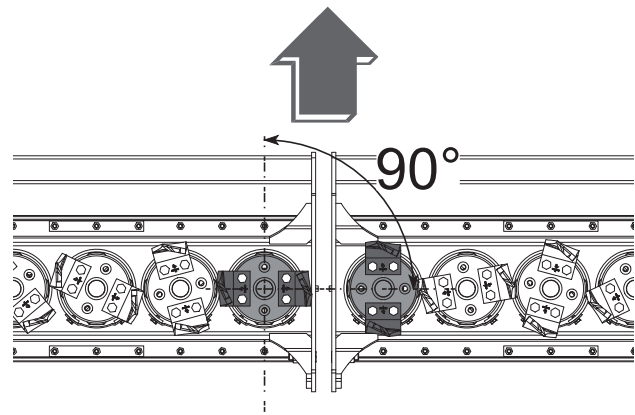

FIG. 40
- Mit Kraft drehen bis der Rotor näher zum Zentrum der Maschine mit den Messern im 90°-Winkel zum vorher regulierten Rotor gebracht ist (Fig. 40).